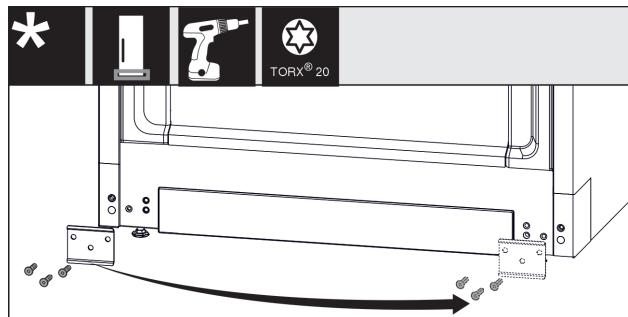

Fig. 13
- Відкрутити щиток, переставити на інший бік і знову накрутити. Fig. 13 (1)